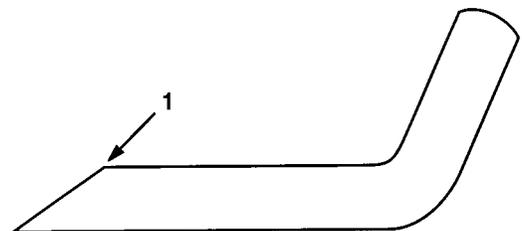

Bild 15
3. Die Schnittkanten aller Messerbalken kontrollieren. Die Schnittkanten schärfen, wenn sie sich stumpf oder ausgekerbt erweisen. Nur die Oberseite der Schnittkante schärfen und dabei den ursprünglichen Schnittwinkel beibehalten, um die Schärfe zu gewährleisten (Bild 15). Der Messerbalken bleibt ausgewuchtet, solange die gleiche Menge Metall von beiden Schnittkanten entfernt wird.